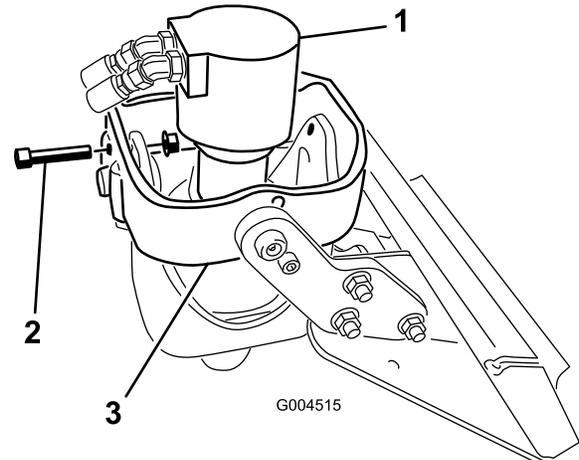

Figure 4
- B. Positionnez la tête d'entraînement à la verticale, insérez un boulon ($\frac{1}{2}$ "x $2\frac{1}{2}$ ") dans les trous des bras de support avant, et fixez-la légèrement avec un écrou à embase ($\frac{1}{2}$ "), comme montré à la Figure 4.